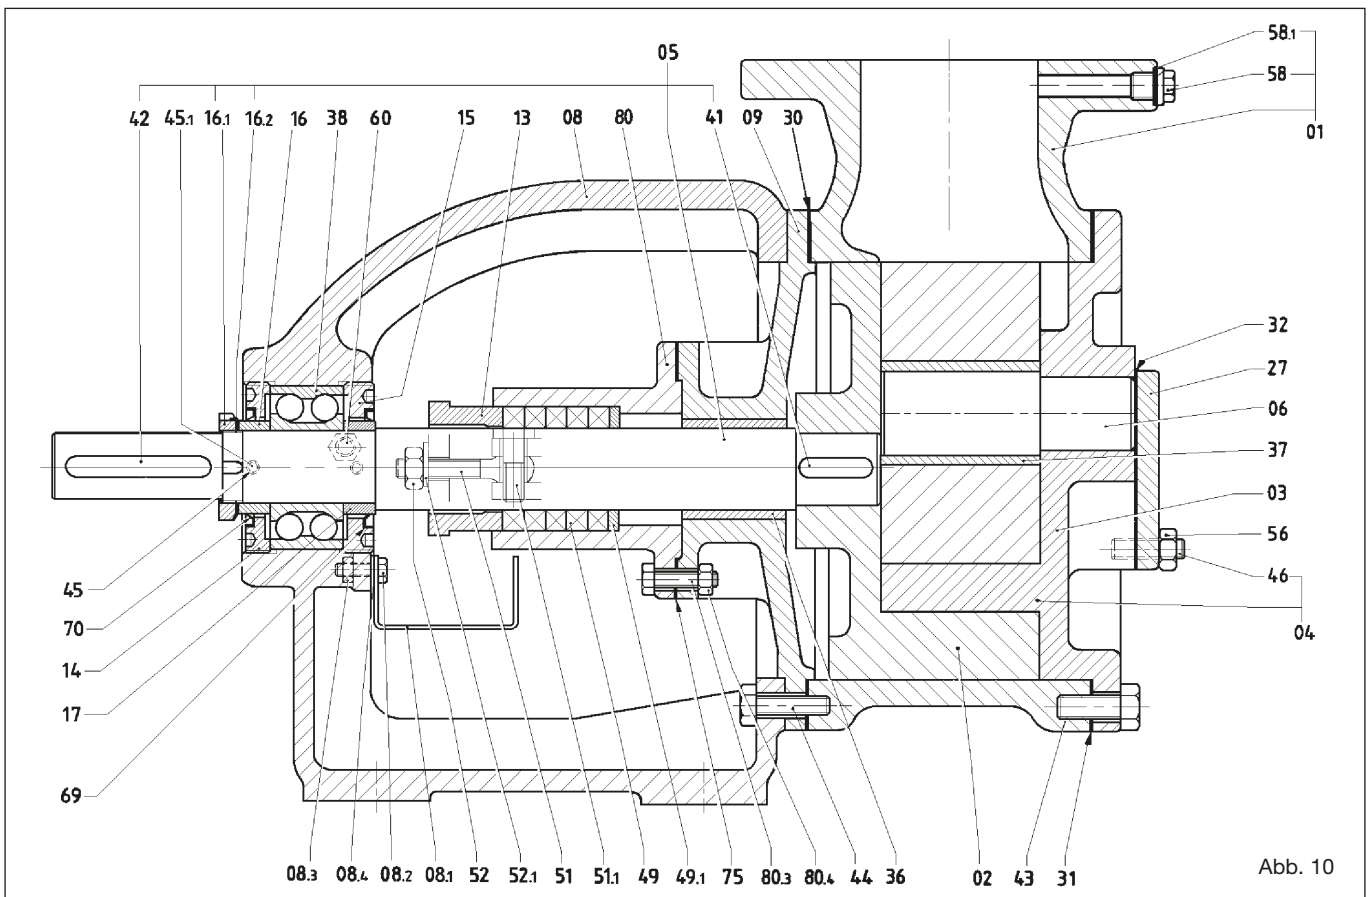

Abb. 10
### 11.1 Entfernung des Abdeckung (04) (Abb. 10)
- Die Schrauben (43) lösen. Wo vorhanden die beiden Gewindebohrungen benutzen, um das Abziehen zu vereinfachen.
- Bei der Entfernung der Abdeckung Beschädigungen der Dichtung (31) vermeiden. Anderenfalls muss sie ersetzt werden. keine beschädigten Dichtungen oder Dichtungen mit einer Stärke verwenden, die sie von der der Originaldichtung unterscheidet.
### 11.2 Entfernung des Losrads (03) (Abb. 10)
- ❑ Das Rad vom Bolzen (06) abziehen; in der zentralen Bohrung ist ein Bronzelager (37) vorhanden. Einige Versionen weisen dieses Bronzelager nicht auf und dann hat der Bolzen einen größeren Durchmesser.
### 11.3 Entfernung des Bolzens (06) (Abb. 10)
### 11.4 Entfernung des Körpers (01) (Abb. 10)
- ❑ Die Schrauben (44) entfernen.
- ❑ Den Körper von der Baugruppe Flansch-Halterung (09) trennen und dabei darauf achten, dass die Dichtung (30) nicht beschädigt wird; anderenfalls muss sie ersetzt werden.
### 11.5 Entfernung der Kugellager (38) (Abb. 10)
- ❑ Die Feder (42) aus ihrem Sitz in der Welle (05) entfernen.
- ❑ Die Sicherungsstifte (45) lösen.
- Die Mutter der Lagerabdeckung (14) und das Distanzstück (16) entfernen.
- Die Welle unter Verwendung einer Presse aus dem Lager befreien. Einen Abzieher verwenden, falls keine Presse zur Verfügung steht. Bei diesem Arbeitsschritt berücksichtigen, dass zusammen mit der Welle auch der Rotor (02), die Baugruppe Flansch-Halterung (09) und die Dichtungshalterung (80) entfernt werden.
- Die Schmierungsvorrichtung (60) abschrauben, die Mutter (15) entfernen und unter Verwendung einer Presse aus der Halterung befreien (08).
**11.12 Entfernung des Bronzelagers (Abb. 10)**
- ❑ Wie in den Anweisungen (Punkt 11.1-11.2-11.4-11.5) für die Pumpen mit Packungsdichtung oder mechanischer Dichtung angegeben vorgehen und die Welle vollständig aus der Baugruppe Flansch-Halterung (09) herausziehen.
- ❑ Zum Entfernen des Rotors eine Presse benutzen (02).
### 12.1 Montage Kugellager (38) (Abb. 10)
### 12.2 Montage Lagerbuchsenhalterung (36) (Abb. 10)